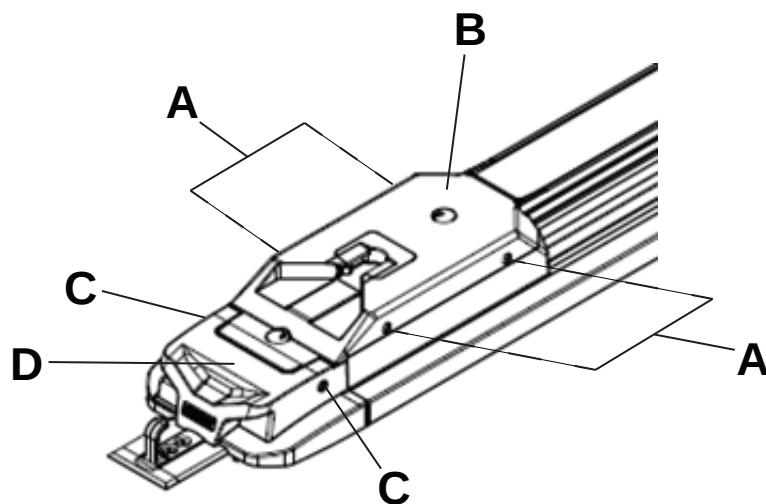

Figura 13 – Gruppo copertura del lato piedi
9. Con un cacciavite Torx T27, rimuovere le quattro viti a esagono incassato (A) che fissano il gruppo copertura del lato piedi (B) al gruppo di trasferimento (Figura 13). Conservare le viti.
10. Con un cacciavite Torx T27, rimuovere le due viti a esagono incassato (C) che fissano il gruppo copertura del lato piedi alla parte anteriore del lato piedi (D) (Figura 13). Conservare le viti.